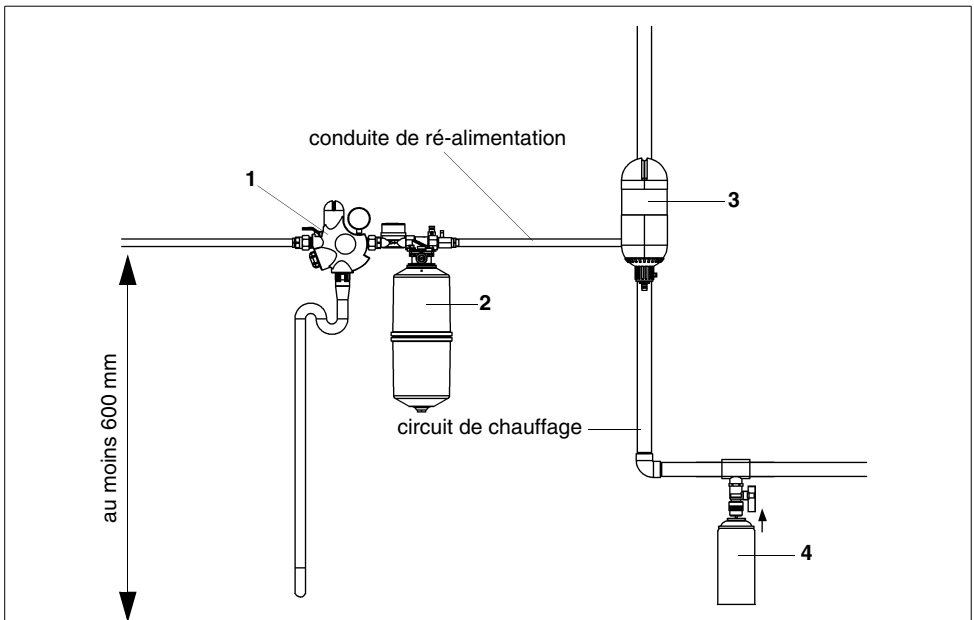

Fig. 7: Schema Traitement de l'eau des circuits de chauffage
*Si la conductivité de l'eau de remplissage pour installations de chauffage dépasse 1000 µS/cm. (JQD-R + JQD-L), resp. si elle plus élevée de 500 µS/cm (JQD-L2), un désallement partiel est recommandable. À ce sujet nous recommandons l'unité de dessalement complète d'eau de remplissage JUDO HEIFI-REPURE (réf. : 8068512) Ce faisant une partie équivalente de l'eau de remplissage s'est écoulée. (Précaution : Danger de brûlure !) est re-remplie en utilisant le HEIFI-REPURE JUDO. Pour contrôler la conductivité nous recommandons l'appareil de mesure JUDO JPLF 4000 (réf. : 8690030, cf. fig. 7)